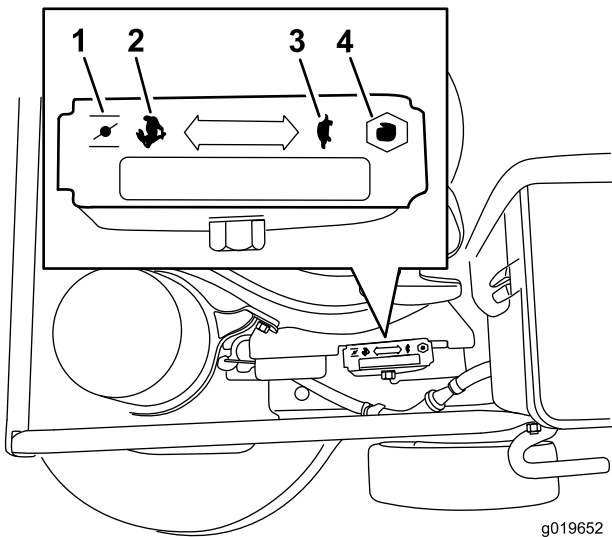

Figure 11
3. Réglez la commande d'accélérateur en position **Starter** (Figure 11).